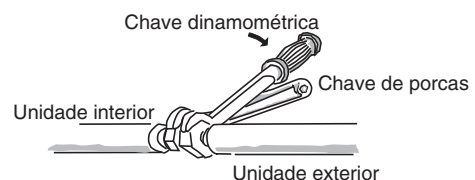

Fig. 5-6
- (2) Para apertar as porcas afuniladas, aplique o binário como indicado.
- Quando retirar as porcas afuniladas das ligações da tubagem, ou quando apertá-las depois de ligar a tubagem, certifique-se de utilizar 2 chaves ajustáveis ou chaves de boca. (Fig. 5-6) Se as porcas afuniladas forem apertadas excessivamente, o afunilamento pode sofrer danos, o que resultaria em vazamentos do refrigerante e causaria lesões ou asfixia nas pessoas que se encontram no recinto.